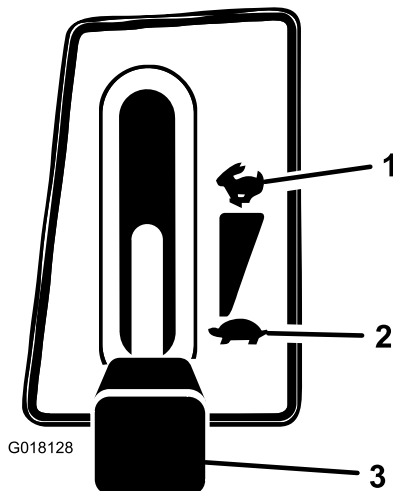

Figura 10
1. Spingete il comando della lama (PDF) in posizione Off (Figura 10).
2. Spostate la leva dell'acceleratore in posizione Slow (Figura 10).
5. Quando il motore è acceso, spostate lentamente la leva dell'acceleratore in posizione Fast e spingete in dentro la leva dello starter (Figura 10). Se il motore si arresta o esita, spostate di nuovo la leva dell'acceleratore su Slow e tirate in fuori la leva dello starter per alcuni secondi, quindi portate la leva dell'acceleratore in posizione Fast. All'occorrenza, ripetete l'operazione.
1. Spostate la leva dell'acceleratore in posizione Fast (Figura 10).